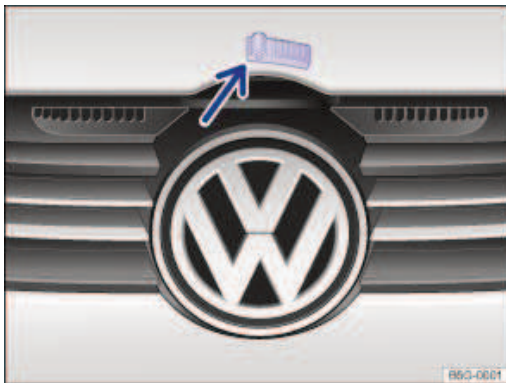

Fig. 204 Au-dessus de la grille de calandre : levier d'ouverture du capot-moteur
- Soulevez le capot-moteur en le saisissant par le levier d'ouverture ⇒ Fig. 204 (flèche) et ouvrez-le complètement. Le capot-moteur est maintenu à l'aide du vérin pneumatique.